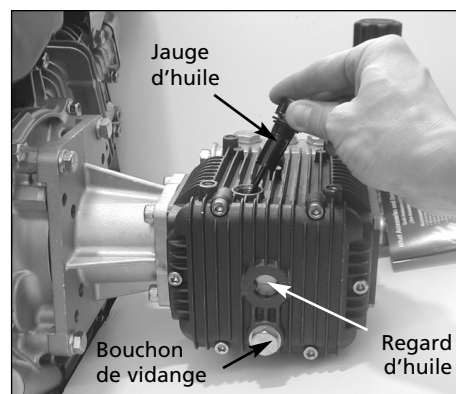

Figure 20 - Vérifier et changer l'huile de la pompe
**Vérifier le niveau d'huile :** La plupart des pompes ont soit un regard ou une jauge d'huile (ou les deux) pour vérifier le niveau d'huile de la pompe. Le regard se trouve normalement à l'arrière de la pompe. La jauge d'huile a un capuchon de plastique et se trouve sur la pompe (voir la figure 20).
rière ou au bas de la pompe (voir la figure 20). Drainez la vieille huile. Remplacez le bouchon de vidange. Remplissez la pompe en utilisant le bon type et la bonne quantité d'huile (voir page 11 pour les types et les quantités d'huile). Vérifiez le niveau d'huile. En mettant en marche le pulvérisateur sous pression, vérifiez la pompe pour tout signe de fuites d'huile.